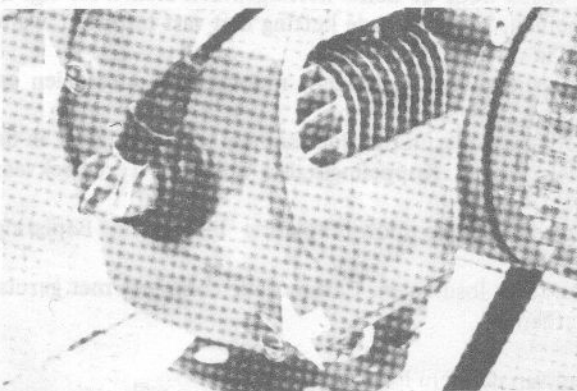

Fig. 2
- klemstuk van de ondersteuning van de uitlaat, bout M8 x 30, rep. de moer hier van, losdraaien. Aan de knalpot 2 bevestigingsbouten M8 x 15 losdraaien. Gehele knalpot er af nemen. (fig. 2).